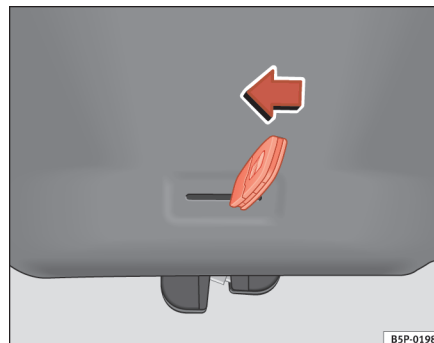

Fig. 46 Hayon arrière : ouverture d'urgence
- Introduisez le panneton de la clé dans la rainure et déverrouillez le système de fermeture en dirigeant la clé de droite à gauche comme indiqué par la flèche ⇒ fig. 46. ■